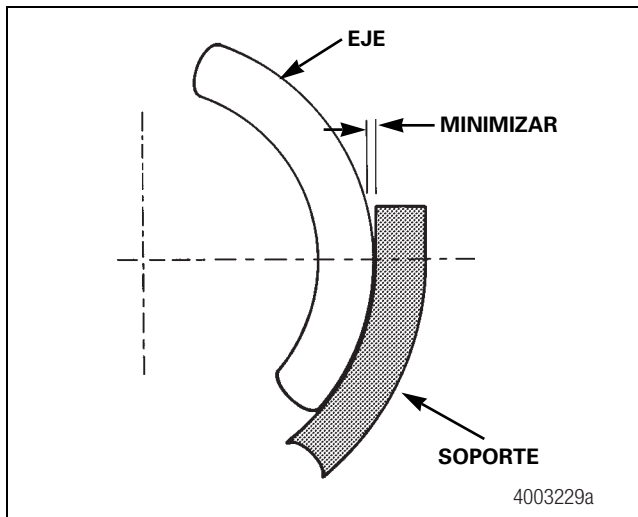

Figura 7.1
- Los componentes ubicados en el sitio de soldadura deben encajar lo mejor posible en el eje. De este modo se evita tener que soldar en exceso. Figura 7.1.